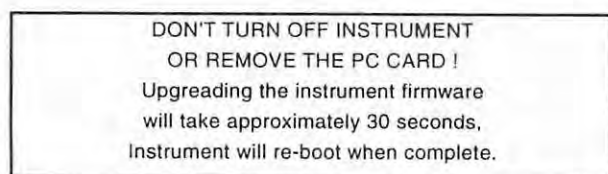

Fig. 1-15 PC カード Warning スクリーン
5. アップグレードスクリーンより、**F3** -Update を選択します。アップグレード作業中は Warning がスクリーンが現れます。(Fig.1-15)